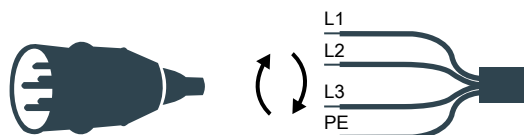

Imagen 19 Conexión eléctrica.
- 12.** Pulse el botón del dispositivo de control para elevar la plataforma. Suelte el botón cuando la plataforma esté a la altura deseada o después de aproximadamente 10 segundos si la plataforma no se eleva. Si la plataforma no se levanta, la bomba hidráulica está probablemente girando en la dirección incorrecta; cambie las fases de conexión eléctrica (véase la imagen 19) y después intente de nuevo levantar la plataforma.